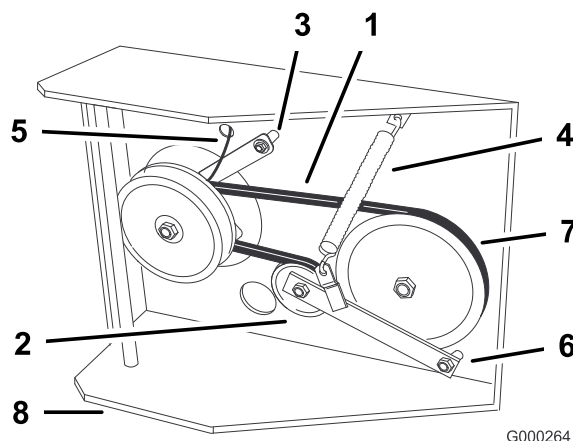

Figura 43
7. Desligue o retentor da embraiagem da plataforma do motor (Figura 43).
8. Desengate a mola de tensionamento do lado da estrutura (Figura 43).
12. Instale a mola de tensionamento entre o braço intermédio e o suporte da estrutura (Figura 43).
13. Instale o retentor da embraiagem na plataforma do motor (Figura 43).